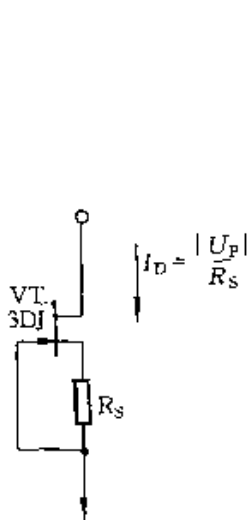

图 2-239
④ 场效应管可以方便地用作恒流源,如图 2-239 所示。如果漏极电流 I_D 因故增大,源极电阻 R_S 上形成的负栅压也随之增大,迫使 I_D 回落,反之亦然,使 I_D 保持恒定。恒定电流